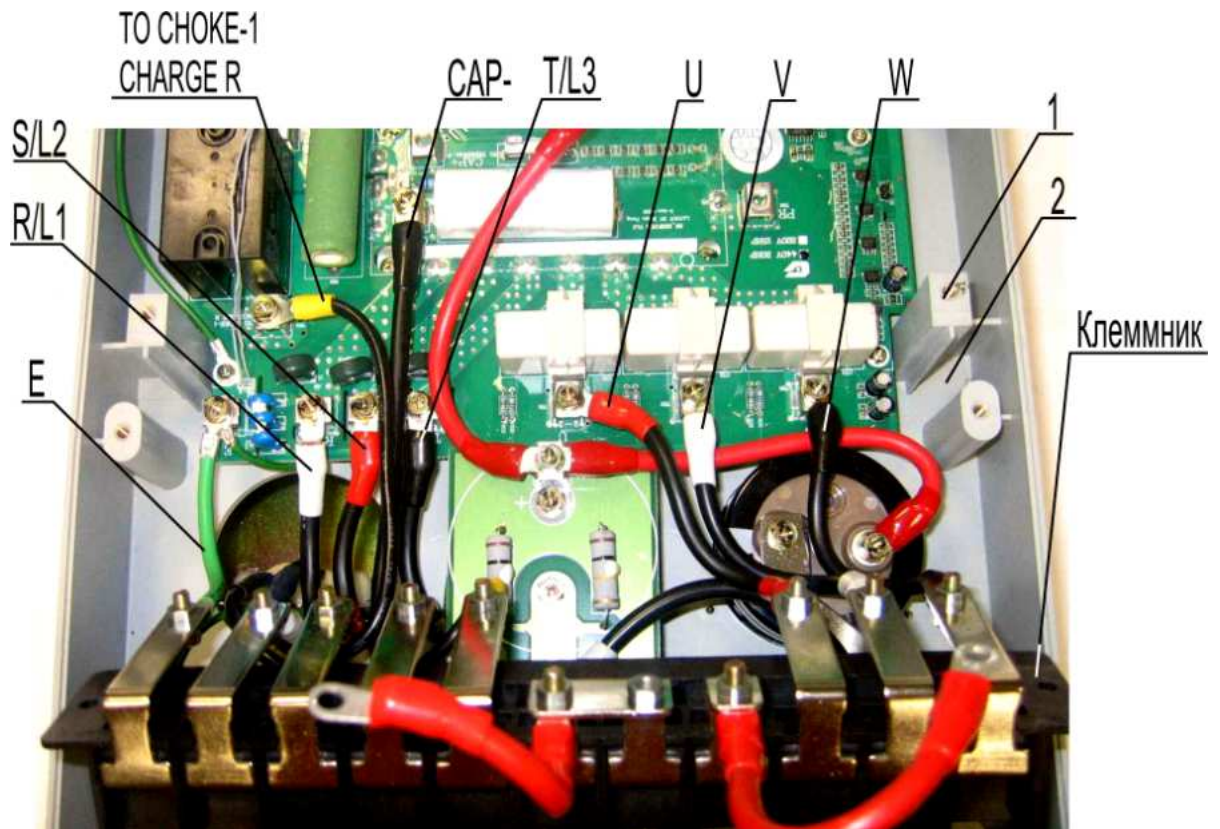

Рис. 7.13
7.5.12. Соединить наконечник длинного провода реактора TO CHOKE-1 CHERGE R с клеммой на плате и закрепить винтом (рис. 7.13).
7.5.13. Взять клеммник с закрепленными к нему проводами. Положить клеммник в корпус, как показано на рис. 7.13.
7.5.14. Соединить поочередно наконечники проводов E, R/L1, S/L2, CAP-, T/L3, U, V, W (рис. 7.13) с клеммами на плате и закрепить винтами.
7.5.15. Перевернуть клеммник от себя. Установить клеммник на стойки 1 корпуса 2 (рис. 7.13), совместив отверстия клеммника с резьбовыми отверстиями стоек.